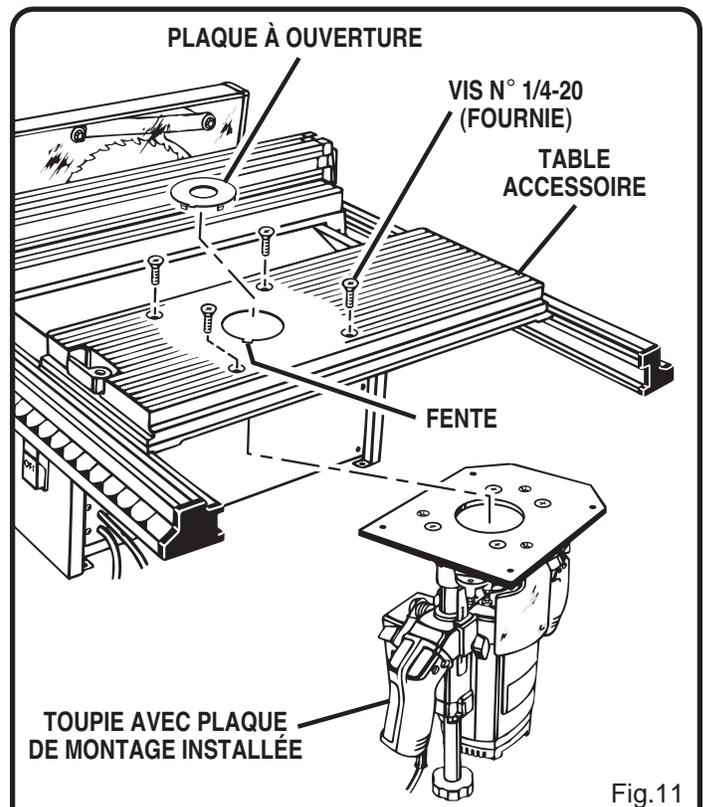

Fig.11
- Placez la toupie avec sa plaque de montage sous la table accessoire. Voir figure 11.